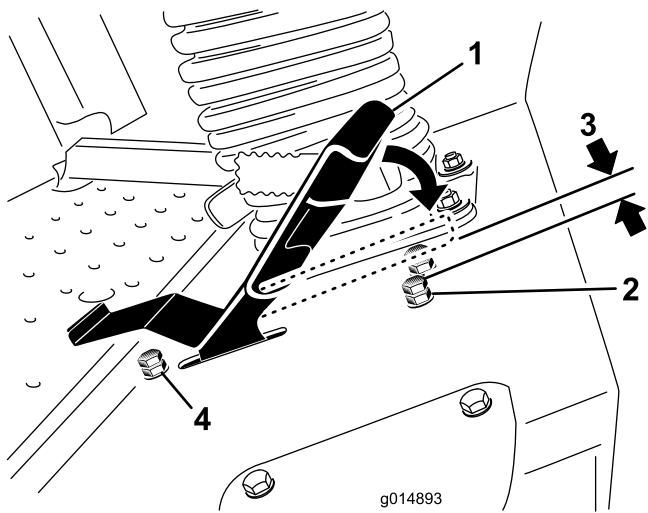

Figura 48
3. Solte a porca de bloqueio no parafuso de paragem do pedal de tração (Figura 48).